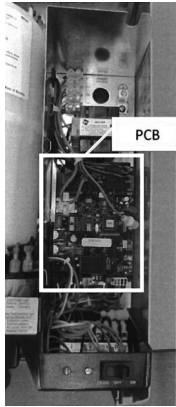

Fig. 2.
4. Localisez la carte de circuit imprimé sur le tableau. (Voir la Fig. 2.)